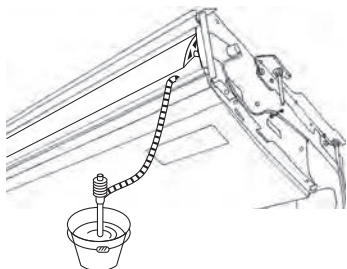

Fig. 5-3
5. Убедитесь в правильности дренажа. (Fig. 5-3)